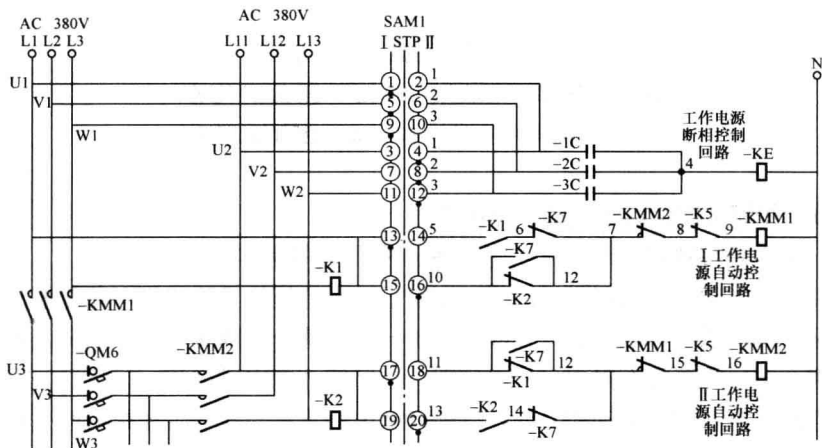

图 1-9 转换开关的图形法表示法
(1) 图形直接表示是指通过图上标注的符号直观看出触点状态及操作挡位数量，图 1-9 是 1 个有 2 路电源的变压器冷却器电源切换系统图，图中的 SAM1 是电源切换开关，纵线表示控制开关或操作开关的挡位，有几条纵线就表示该开关有几挡，此图中实际有 3 挡，中间 STP 表示零位挡（断开挡）；左边的纵线 I 表示 I 号电源工作、
(2) 触点闭合表。只在展开图中画出触点号，而未表示出如图 1-9 所示的挡位和触点动作情况时，需要用开关触点表配合电路图加以说明。图 1-10 是图 1-9 中 SAM1 转换开关的触点分合表。触点分合表应附在原理展开图中，与图配合说明回路的动作情况。控制开关的各个触点也可以不画在一起。